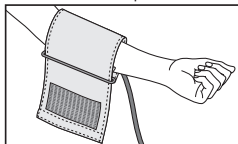
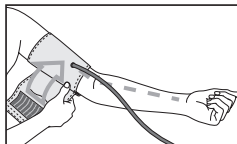

Fig. 1
Fig. 2
- La medición debe realizarse sobre el brazo, sin ropa. Si su manguito está completamente abierto, pase su extremo a través del aro de metal formando un lazo (véase fig. 1). Coloque el manguito en el brazo de forma que el extremo inferior quede 2 o 3 cm por encima del codo y sobre la arteria (véase fig. 2). El tubo apunta hacia el centro de la palma.